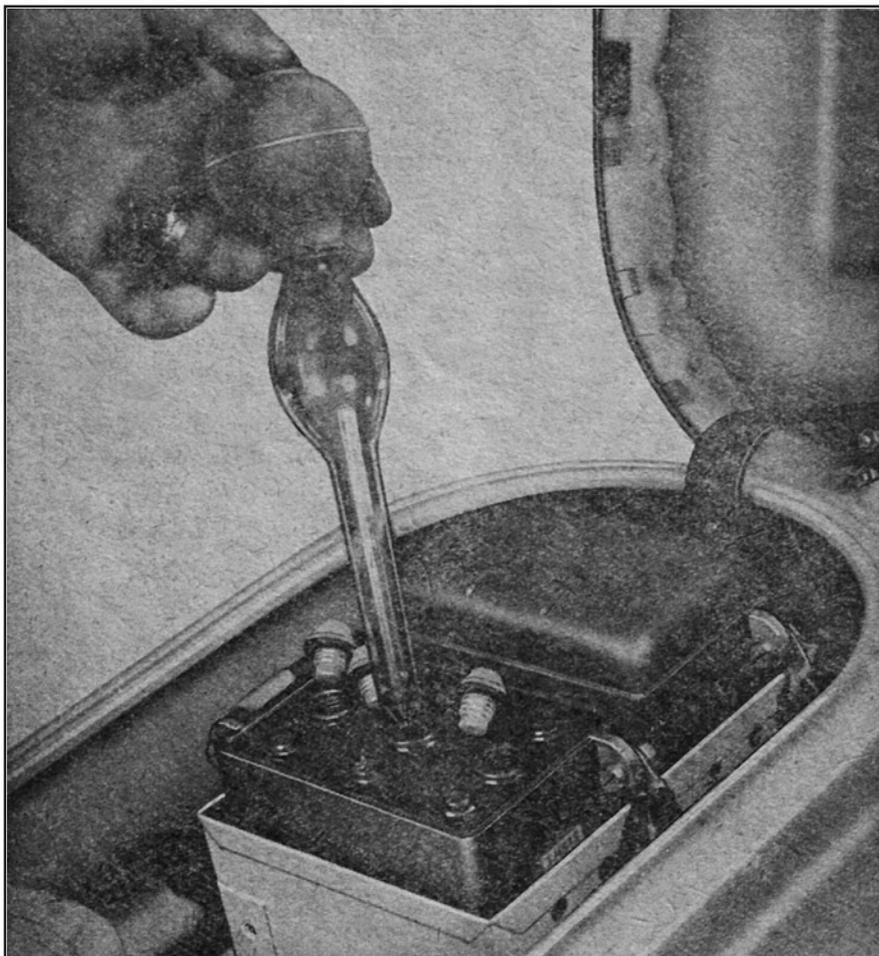

Abb. 46. Ausbau der Batterie
17. AUSBAU DER BATTERIE (Abb. 46)